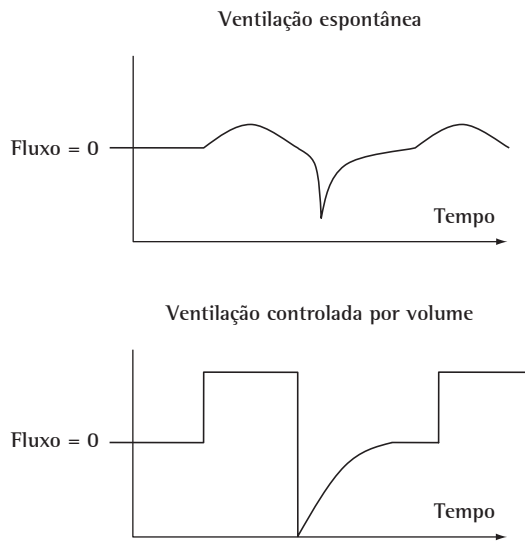

Figura 2 – Curvas de fluxo.
O fluxo geralmente é medido diretamente pelo ventilador, através de sensores de pressão diferencial que estão posicionados entre a cânula endotraqueal e o "Y" do circuito do ventilador. O fluxo inicia-se, nos modos controlados, depois de determinado intervalo de tempo (depende da f ou da relação inspiração:expiração - TI/TE) ou através de um limite de sensibilidade (*trigger* ou disparo) pré-estabelecido. Duas técnicas são utilizadas na prática para o disparo de um ciclo ventilatório: a queda de pressão ou a geração de fluxo (na modalidade assistida e/ou espontânea). Após o início do ciclo (disparo) o fluxo aumenta até atingir um valor pré-fixado, chamado de pico de fluxo. Este valor é definido pelo operador no modo volume controlado e pode ser mantido constante ou ter valor decrescente no tempo. O fluxo, nessa modalidade, vai definir o tempo que a válvula inspiratória permanecerá aberta (TI), de acordo com o VT estabelecido. Por exemplo: Ventilação com volume controlado com VT de 500 mL e \dot{V} de 60 L/min (ou seja, 1 L/s); logo o TI será de 0,5 s - tempo que a válvula inspiratória permanecerá aberta para propiciar a entrada de 1/2 L de ar. O fluxo inspiratório encerra-se conforme o modo de ciclagem estabelecido, ou seja, fecha-se a válvula ins e abre-se a válvula expiratória do aparelho, começando então o fluxo expiratório. As características da curva de fluxo nos modos espontâneos (pico e duração) são determinadas pela demanda do paciente. O começo e o final da inspiração são, normalmente, minimamente afetados pelo tempo de resposta do sistema de demanda (válvulas). Porém, em casos de alta demanda (por parte do paciente), o retardo na abertura da válvula inspiratória pode gerar dissincronia paciente-ventilador. Na Figura 2 abaixo, apresentamos o exemplo de uma onda de fluxo quadrada (fluxo constante) no modo volume controlado. Apresentamos ainda a característica da onda de fluxo na ventilação espontânea sem o uso de suporte ventilatório.
Durante a ventilação espontânea, na inspiração, devido à contração da musculatura respiratória, ocorre uma queda da pressão nos alvéolos/vias aéreas para que seja gerado o fluxo inspiratório (Figura 2). Na ventilação assistida e em modos espontâneos como a Pressão de Suporte, a contração da musculatura vai depender da demanda metabólica do paciente (controle neural – *drive*), vai proporcionar a queda de pressão no circuito e, de acordo com